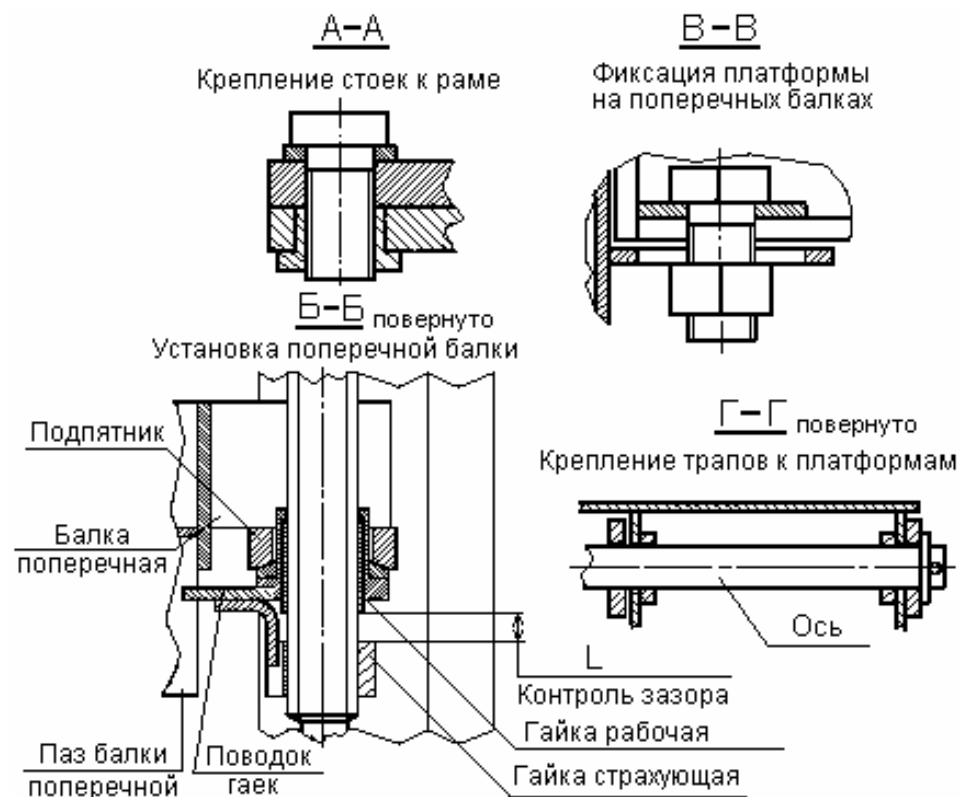

Рис. 2. Подъемник ПЛ10
6.1.9. Установить на поперечные балки платформы и зафиксировать их на поперечных балках с помощью болтовых соединений (см. сечение В-В на Рис.2). При этом платформы должны быть установлены симметрично относительно продольной оси подъемника.
6.1.10. Соединить трапы с платформами с помощью осей, входящих в комплект поставки. На оси установить шайбы и шплинты (см. сечение Г-Г на Рис. 2).